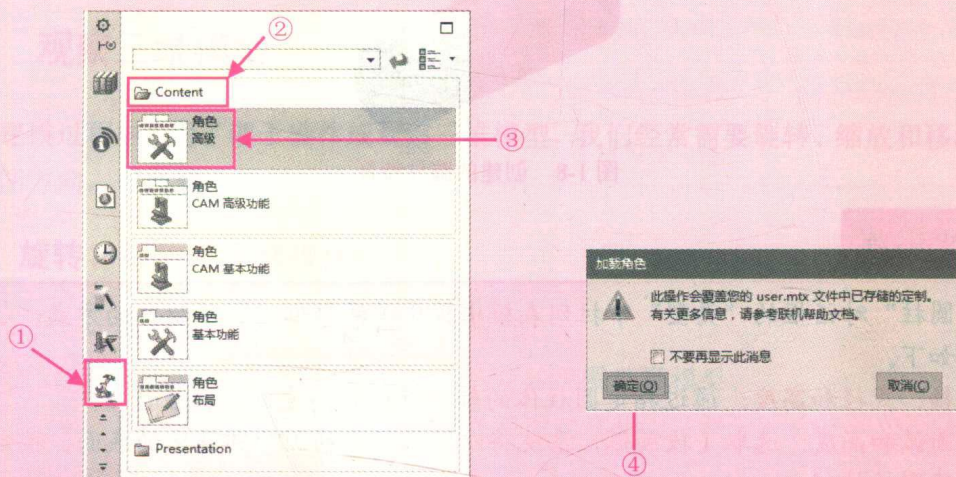

图1-6 “角色”的设置
如果单击“特征”组中的“更多”按钮后，在弹出的下拉列表中只显示部分基本的工具按钮，则可通过相关设置将所需的工具按钮调出。其方法为：①单击左侧资源条中的“角色”按钮→②选择“Content”文件夹→③选择“角色高级”选项→④在弹出的“加载角色”对话框中单击“确定”按钮，如图1-6所示。